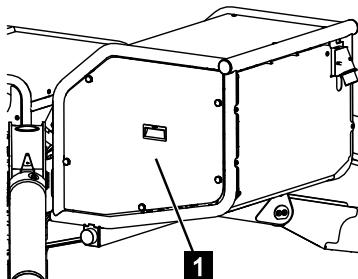

Abb. 205
1. Abdeckhaube (Abb.205/1) abschrauben.